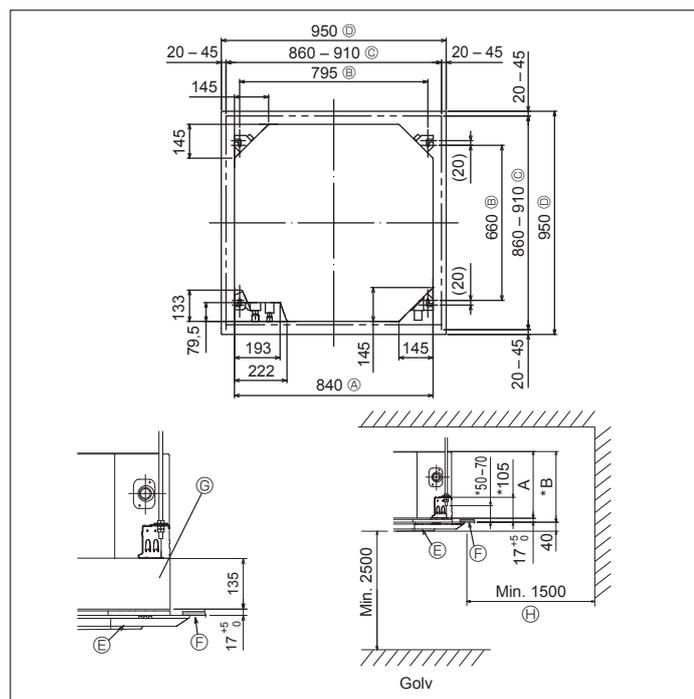

Fig. 3-2
3.2. Taköppning och installationsplatser för upphängningsbultar (Fig. 3-2)
- Måten på taköppningen kan regleras inom området visat i Fig. 3-2; så centrera huvudenheten mot taköppningen och försäkra att respektive motsatta sidor på alla sidor om spelrummet mellan dem blir identiska.